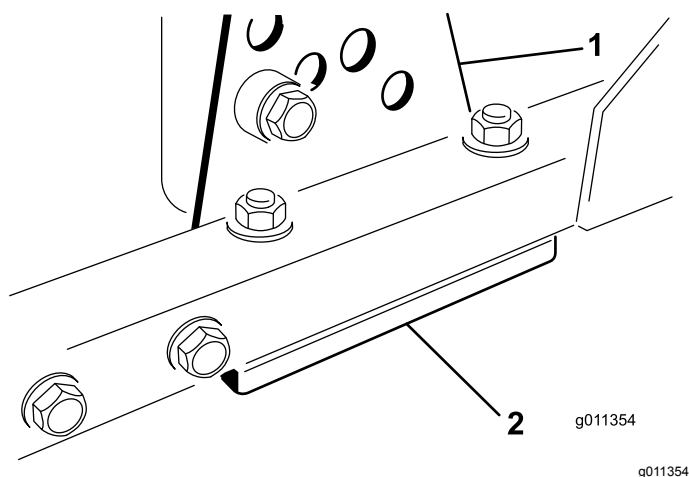

Figura 82
1. Togliete la staffa dell'altezza di taglio (anteriore, sinistra o destra) dal telaio del piatto di taglio (**Figura 82**).
2. Regolate gli spessori di 1,5 mm e/o 0,7 mm fra il telaio del piatto di taglio e la staffa per ottenere l'impostazione dell'altezza desiderata (**Figura 82**).